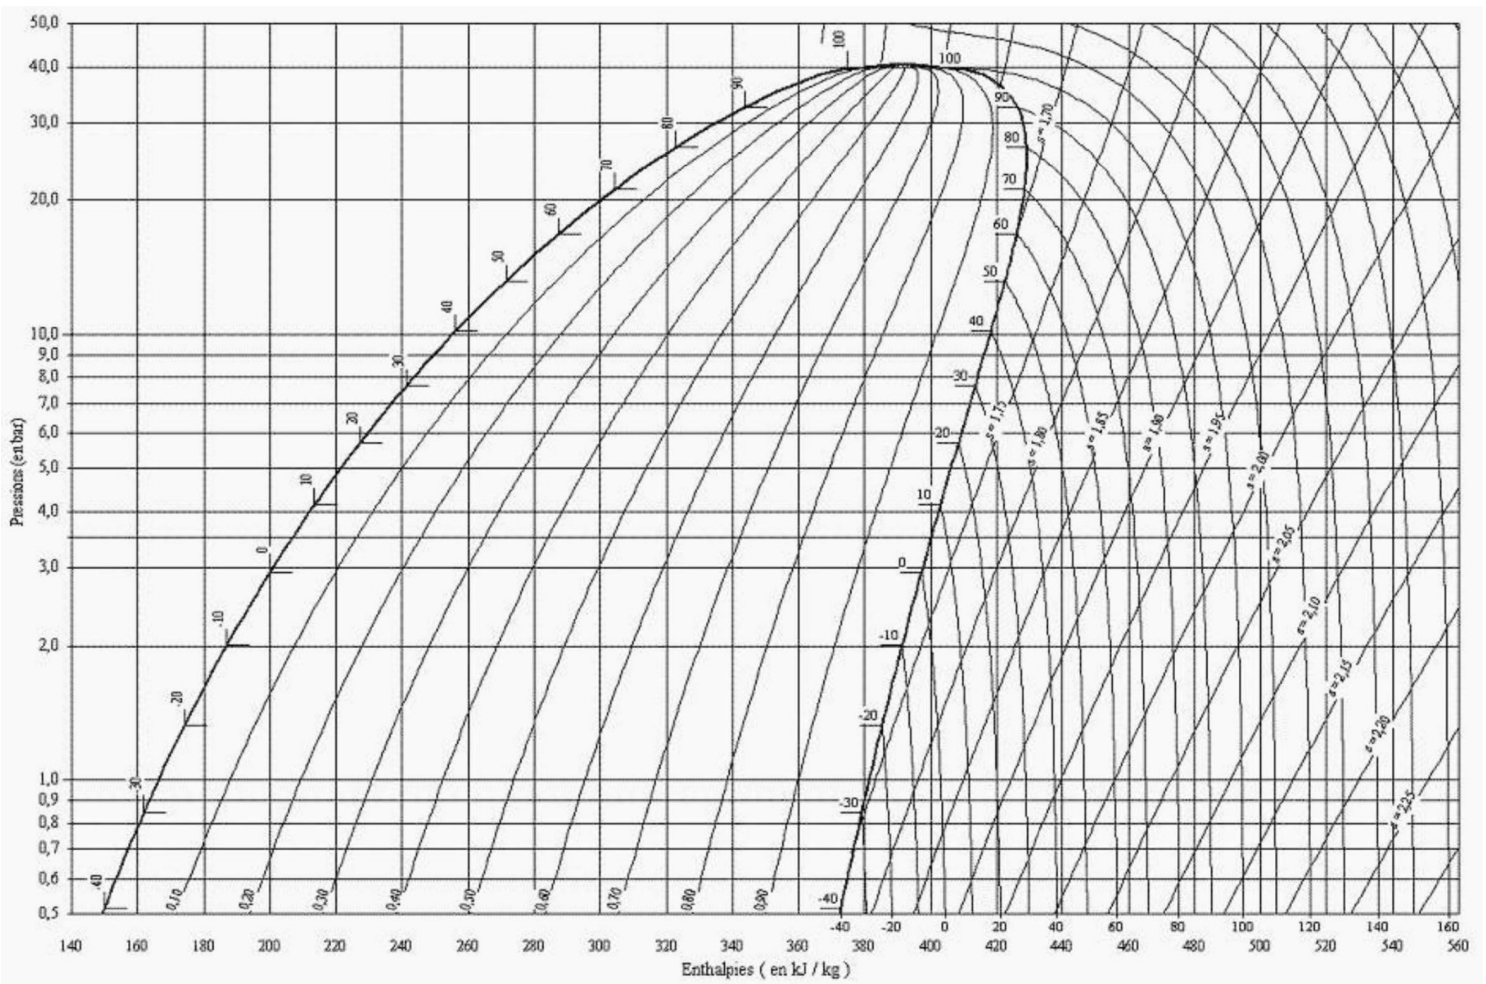

FIGURE 2 – Diagramme des frigorigènes du R134a.
Sur le diagramme des frigoristes (P, h) figure 2 de l'hydrofluorocarbure HFC, de masse molaire $M = 32 \text{ g} \cdot \text{mol}^{-1}$, sont représentés :
4. Placer le point (1) sur le diagramme figure 2. Relever la valeur de l'enthalpie massique h_1 et de l'entropie massique s_1 du fluide au point (1).